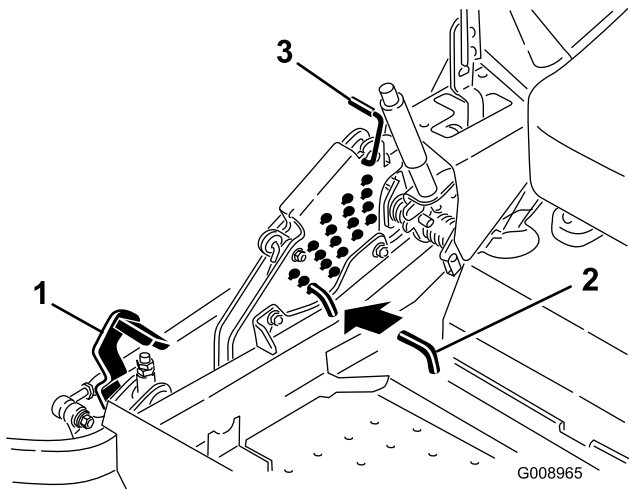

Figure 26
de transport (qui est aussi la position de hauteur de coupe de 127 mm) (Figure 26).
3. Pour changer de hauteur de coupe, tournez la goupille de 90 degrés retirez-la du support de hauteur de coupe (Figure 26).
4. Placez l'axe de chape dans le trou du support correspondant à la hauteur de coupe voulue (Figure 26).